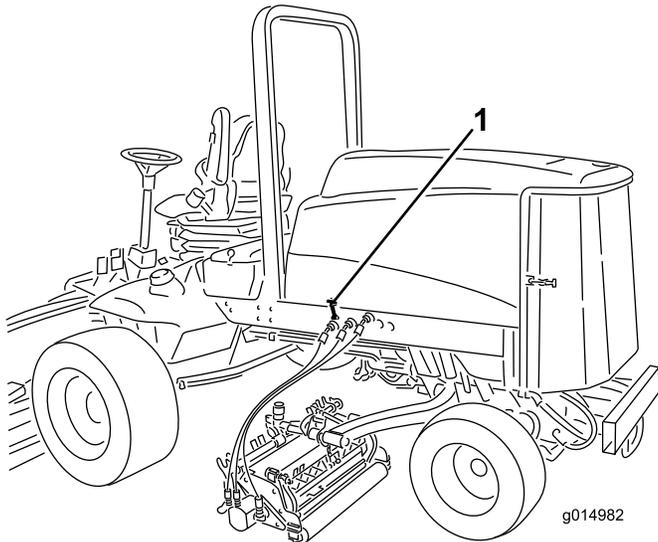

Bild 46
1. Lösen Sie die Haubenriegel (Bild 46) und schwenken die Haube nach oben.